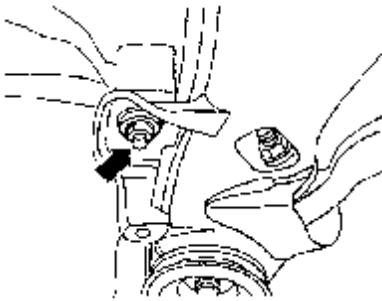

图 4-130 拆卸变速器左侧悬置螺母
(5) 如图 4-130 所示，拧松变速器左侧悬置的螺母（箭头），直至其与螺栓端部齐平。